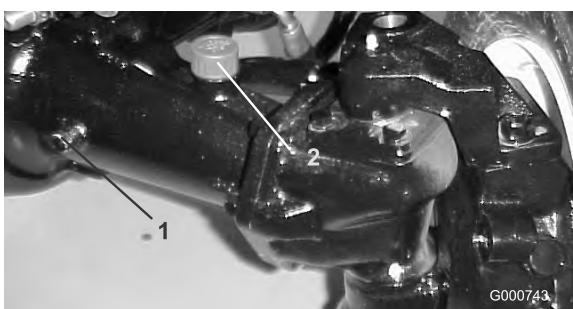

図 69
2. アクスルの一方の端部から点検用プラグ(図 69)を抜き、穴の高さまで潤滑油があることを確認する。量が不足の場合は、給油プラグ(図 69)をはずして補給する。